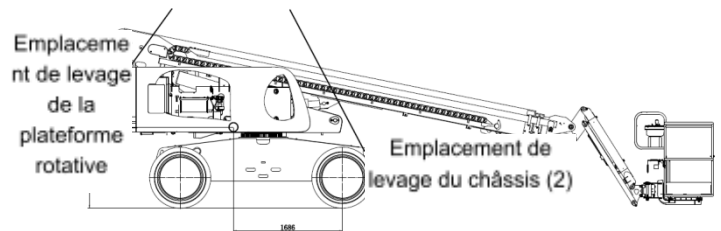

Figure 10-5 Schéma de fixation pendant le levage de la machine
- 4) Fixez la plateforme rotative à l'aide du verrou de la plateforme. Déterminez le centre de gravité de la machine à l'aide des données de la Figure 10-5.